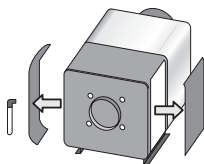

図 3
①コーナークランプを外し、フィルタケースよりフィルタケースフタを取り外してください。（図3）